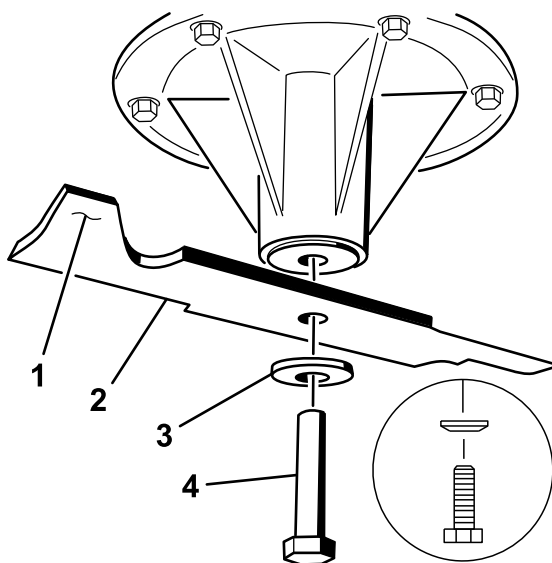

Figura 78
3. Se a lâmina não estiver equilibrada, lime algum metal da extremidade da aba apenas (Figura 78).